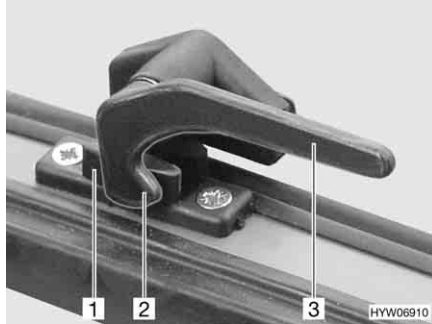

Bild 67 Verriegelungshebel in Stellung "geschlossen"
- Den Verriegelungshebel (Bild 67,3) eine viertel Umdrehung zur Fenstermitte hin drehen.
- Den Verriegelungshebel (Bild 67,3) eine viertel Umdrehung zum Fensterahmen hin drehen. Die Verriegelungsnase (Bild 67,2) liegt auf der Innenseite der Fensterverriegelung (Bild 67,1).
- in Stellung "fest verschlossen" (Bild 67)